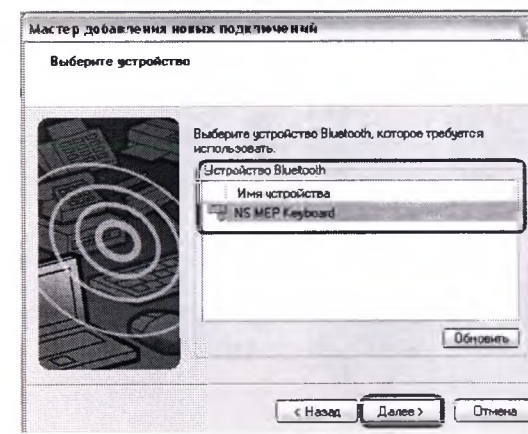

Рис. 12
10. Выберите имя устройства «NS MEP Keyboard» в списке найденных устройств и нажмите кнопку «Далее» (рис. 12). Подождите несколько секунд, пока будет выполняться поиск доступных сервисов.